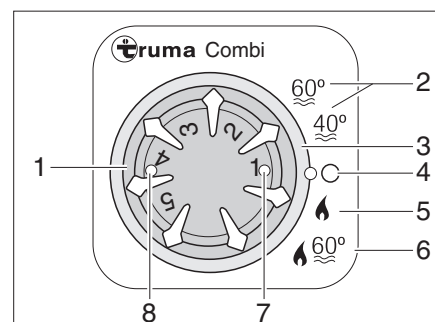

Bild 56 Bedieneinheit für Heizung/Boiler
Betriebsart wählen: ■ Betriebsart mit dem Drehschalter (Bild 56,3) einstellen.
Winterbetrieb Die Heizung wählt nach eingestellter Heizstufe selbstständig die benötigte Brennerstufe. Bei Betriebsart "Heizung und Boiler" (Bild 56,6) wird auch das Wasser im Boiler erhitzt. Die Heizung kann in der Betriebsart "Heizung ohne Boiler" (Bild 56,5) mit leerem Boiler betrieben werden.
■ Temperatordrehknopf (Bild 56,1) an der Bedieneinheit auf gewünschte Heizstufe stellen.
■ Drehschalter (Bild 56,3) auf Winterbetrieb "Heizung ohne Boiler" (Bild 56,5) oder auf Winterbetrieb "Heizung und Boiler" (Bild 56,6) stellen.
Grüne Kontroll-Leuchte (Bild 56,7) leuchtet.
Ausschalten: ■ Drehschalter (Bild 56,3) auf "O" (Bild 56,4) stellen.
Die Kombination Gasbetrieb und 230-V-Elektrobetrieb verkürzt die Aufheizzeit (nur möglich, wenn die Heizung an der Bedieneinheit (Bild 56) auf Winterbetrieb gestellt ist).